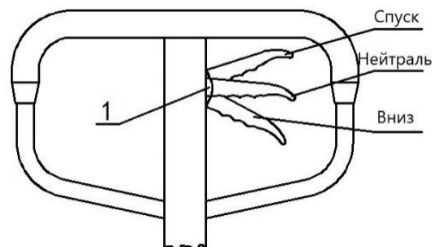

Рис. 6
• После сборки тележки попробуйте потрясти ее за рукоятку и попереключайте положения ручки 1, чтобы проверить, находится ли она в рабочем состоянии. См. рисунок 6.